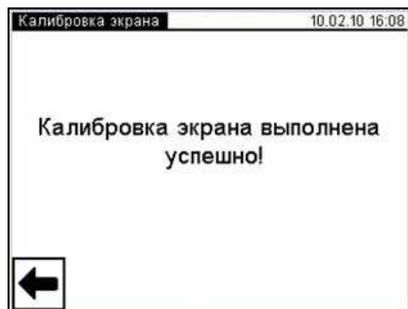

Рисунок 6.8
3) Выполнить поочередно появляющиеся директивы. В заключение на экране появится окно с сообщением "Калибровка экрана выполнена успешно!" (рисунок 6.8).